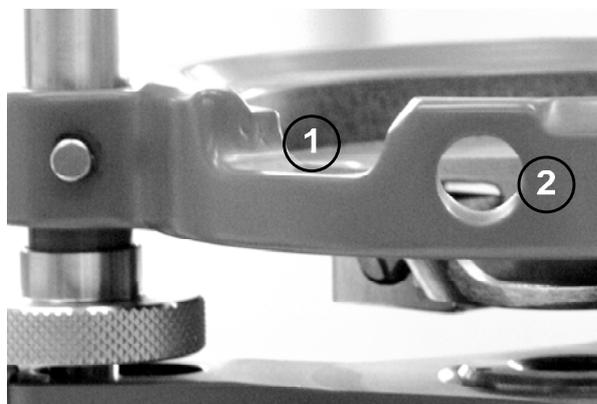

Figura 6 - Vista detallada de la base nivelante WILD GDF6
En la figura 6 aparece un antiguo modelo de la base nivelante Wild de Leica, el GDF6, (ya no está disponible) que se utilizaba como base nivelante estándar de varios instrumentos (como el Wild T16). El corte (1) de la figura 6 se usaba para fijar el instrumento permanentemente en la misma posición en las bases nivelantes (los instrumentos antiguos tenían un saliente compatible) para evitar errores de centrado en las aplicaciones especiales. El orificio (2) era para el canal de luz para la lectura del círculo horizontal. Los modelos actuales no cuentan con este orificio (2) ya que está desfasado: no hay ningún dispositivo que lo utilice. Sin embargo, el corte (1) aún es necesario para algunos instrumentos (como el Leica TDA5100).